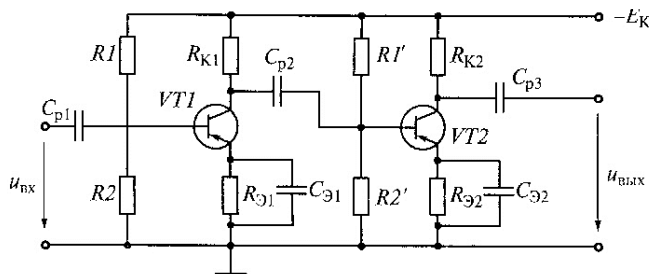
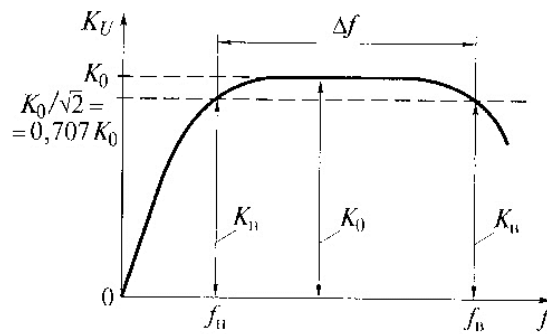

Рис. 6. Двухкаскадный усилитель напряжения
Рис. 7. Амплитудно-частотная характеристика усилителя с RC-связями
26. На рис. 6 представлена схема двухкаскадного усилителя напряжения с резистивно-емкостной связью.
27. На рис. 7 показан график амплитудно-частотной характеристики  $K_U = U_{вых} / U_{вх}$  (при постоянном входном напряжении) двухкаскадного усилителя с RC-связями (рис. 6).
28. На рис. 7 показан график амплитудно-частотной характеристики  $K_U = U_{\text{ВЫХ}} / U_{\text{ВХ}}$  (при постоянном входном напряжении) двухкаскадного усилителя с RC-связями (рис. 6). Почему уменьшается коэффициент усиления  $K_U$  в области высоких частот? (Указать неправильный ответ.)